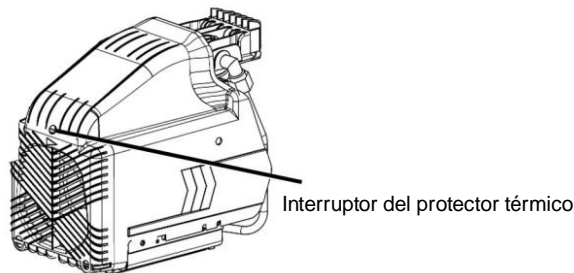

Fig. 11
- (2) Si el cable de extensión no cumple con las especificaciones indicadas en la página 26, cámbiela por la indicada en esta página 26. Si la capacidad de la fuente de alimentación es insuficiente, aumentela para eliminar la causa de la circulación de corriente excesiva (sobrecorriente).
- (3) Espere aproximadamente 5 minutos, y luego presione el interruptor de reposición del protector térmico (Fig. 11).
- (4) Efectúe el arranque. Si el motor sigue parándose durante la operación, póngase en contacto con el servicio técnico.